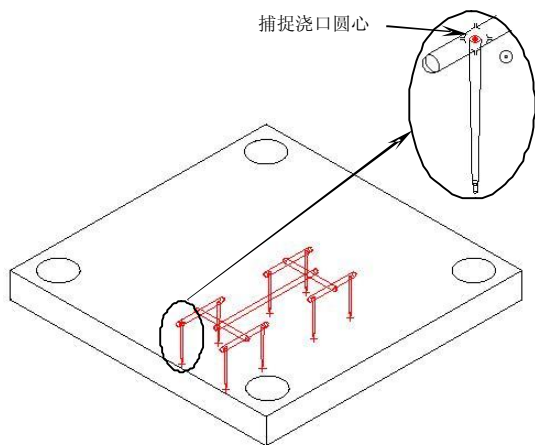
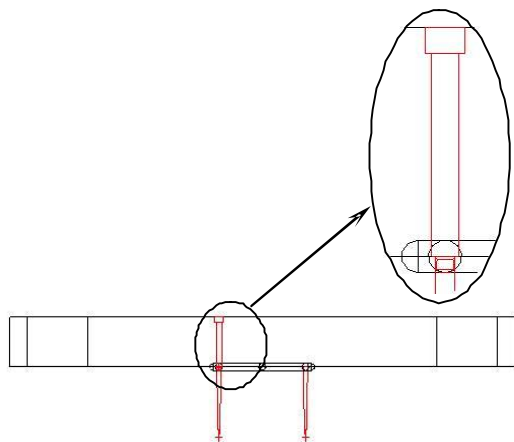

图5-57
图5-58
- 在弹出【点构造器】对话框中单击【圆弧/椭圆/球中心】按钮，捕捉浇口圆心创建拉料杆，如图 5-57 所示，弹出【组件重定位】对话框，单击【平移】按钮，弹出【变换】对话框，在【DZ】输入框中输入“35.5”，单击两次【确定】按钮调整拉料杆位置，如图 5-58 所示。